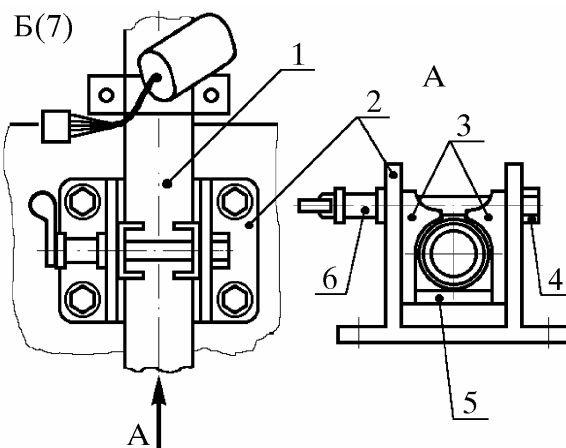

Рис.10. Снятие колонки рулевого управления:
4.13. Снять колонку 1 (рис.10) рулевого управления с карданным валом в сборе от кронштейна 2, вывинтив и вынув болт 4 крепления колонки к кронштейну 2 механизма подъема, сняв рукоятку 6 фиксации колонки.